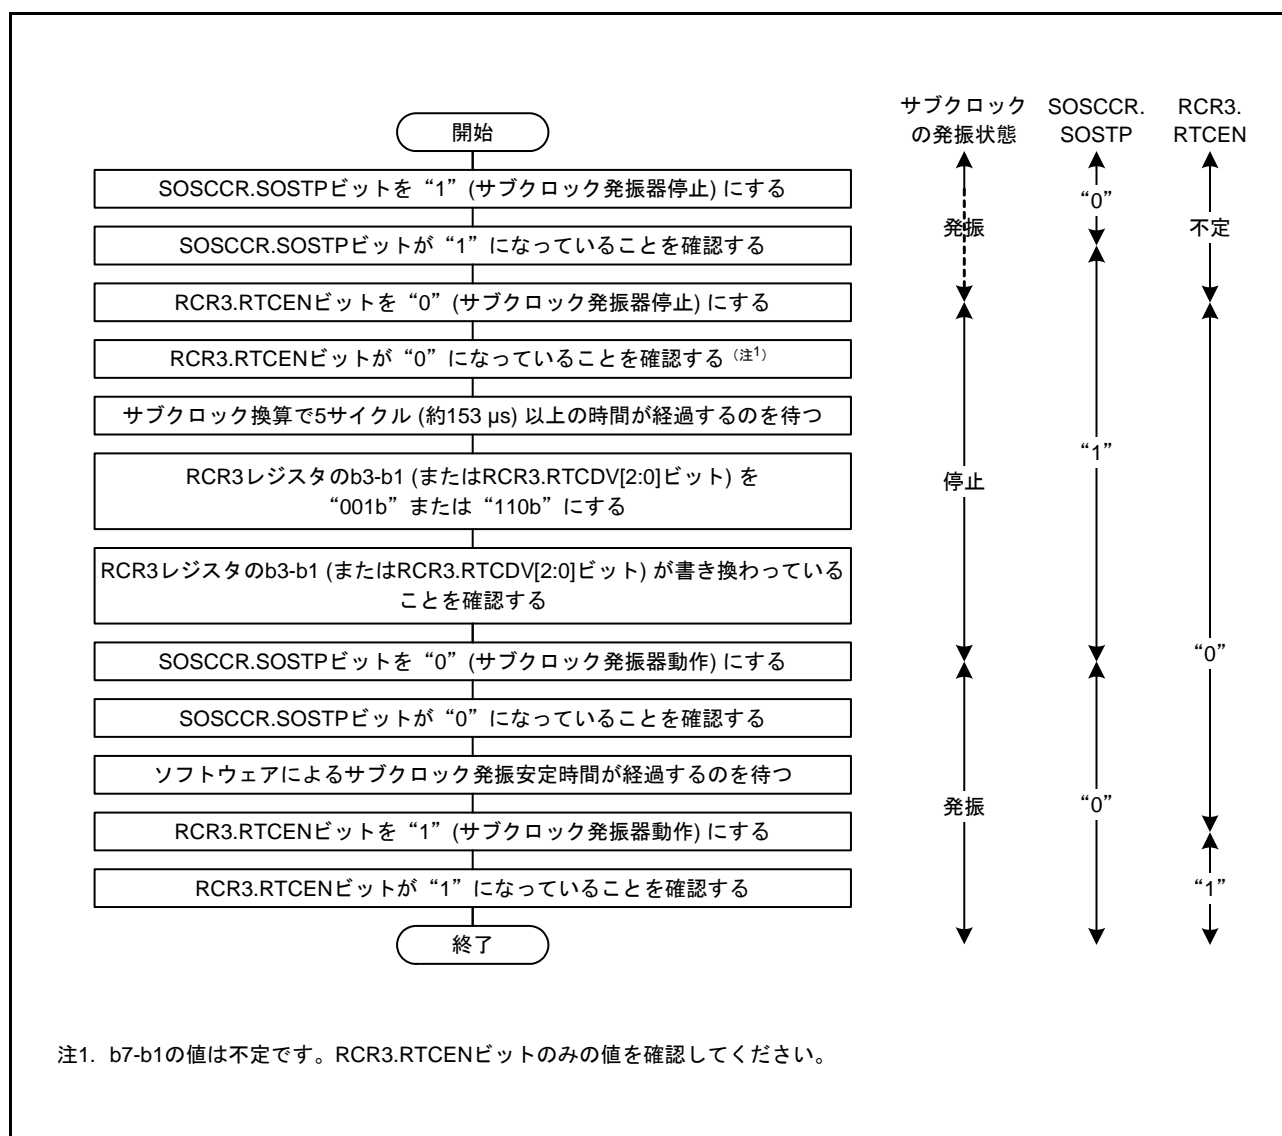

図 9.15 サブクロックをリアルタイムクロックのカウンタソースに使用する場合の初期化フローチャート例
- サブクロックをシステムクロックとして使用し、かつリアルタイムクロックのカウントソースとして使用する場合は、図 9.15 のフローチャートの例に従って初期設定してください。その後、「28.3.2 クロックとカウントモード設定手順」に記載されたクロック設定手順に従って設定してください。